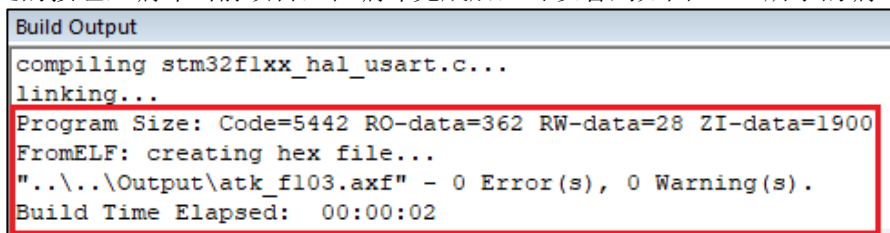

图 4.1.6 编译提示信息
- ① 是编译按钮，表示编译当前工程项目文件，如果之前已经编译过了，则只会编译有改动的文件。所以一般第一次会比较耗时间，后续因为只编译改动文件，从而大大缩短了编译时间。该按钮可以通过 F7 快捷键进行操作。
- ② 是重新编译当前工程所有文件按钮，工程代码较多时全部重新编译会耗费比较多的时间，建议少用。
按①处的按钮，编译当前项目，在编译完成后，可以看到如图 4.1.6 所示的编译提示信息：
因此图 4.1.6 的提示信息表示：代码总大小（Program Size）为：FLASH 占用 5832 字节（Code + RO + RW），SRAM 占用 1928 字节（RW + ZI）；成功创建了 Hex 文件（可执行文件，放在 Output 目录下）；编译 0 错误，0 警告；编译耗时 2 秒钟。